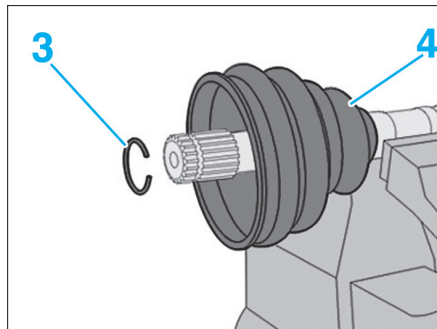

FIG. 7
- le jonc d'arrêt (3) (Fig.7),
- le soufflet (4).